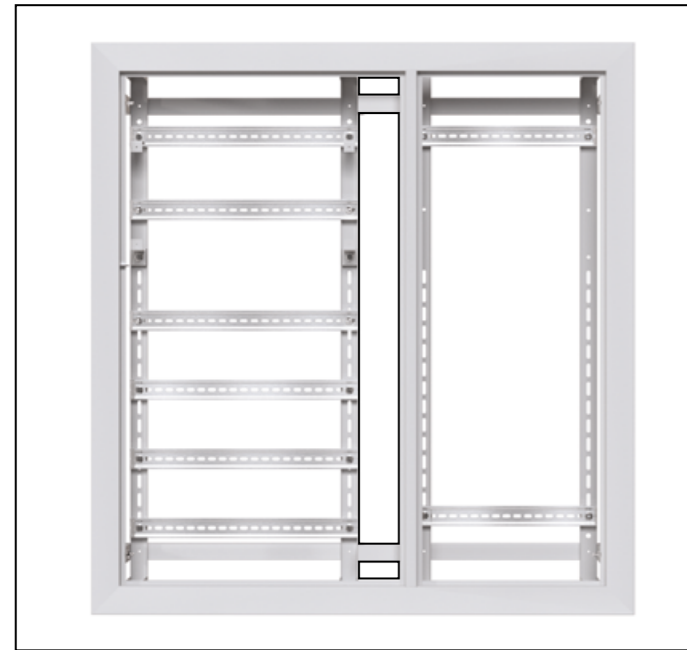

Рис. 25
4.1. Фазные кабели подключать в месте прокладки магистральных кабелей (рис. 25) через ответвительные сжимы «орех» [приобретается отдельно] к модульному оборудованию.